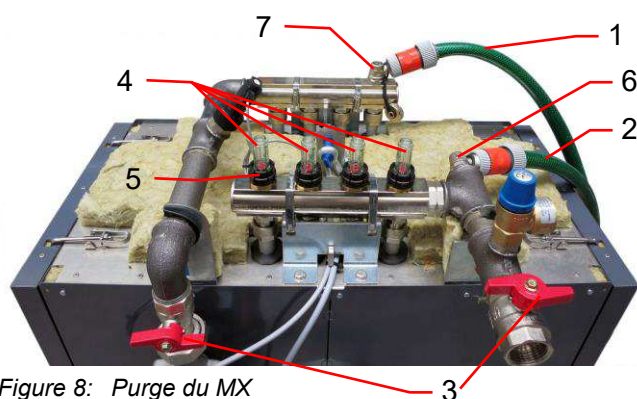

Figure 8: Purge du MX
2. Raccorder le tuyau d'eau au robinet de vidange de RL du MX et au robinet d'eau fraîche dans le local de chauffage (Figure 8, pos. 1).
3. Raccorder le tuyau de décharge sur robinet de vidange de VL du MX et introduire l'autre extrémité dans la décharge du local de chauffage (Figure 8, pos. 2).
4. Fermer les organes d'arrêt du MX (Figure 8, pos. 3).
5. Oter les couvercles de protection des topmeter (Figure 8).
6. Fermer tous les topmeter (Figure 8, pos. 4) sur le VL du MX.
8. Ouvrir les robinets de vidange de VL et RL du MX (Figure 8, pos. 6, 7).
9. Ouvrir le premier topmeter (Figure 8, pos. 4).
11. Ouvrir le prochain topmeter (Figure 8, pos. 4) et fermer de nouveau celui-ci déjà ouvert.
14. Fermer de nouveau les robinets de vidange sur VL et RL (Figure 8, pos. 6, 7) du MX.
15. Ouvrir complètement tous les organes d'arrêt du MX (Figure 8, pos. 3) ainsi que tous les topmeter (Figure 8, pos. 4).
16. Démontez les deux tuyaux (Figure 8, pos. 1 et 2) et monter les couvercles des robinets de vidange.
17. Finalement visser tous les couvercles des topmeter (Figure 8, pos. 4).
2. Contrôler l'hydraulique: <ul style="list-style-type: none"> • Ouvrir tous les organes d'arrêt et topmeter sur le MX (Figure 8, pos. 4.) • Conditions de pression identiques avec VL et RL du circuit MX • Intégration selon les schémas hydrauliques (annexe A) • Si disponible, régler UP à échelon de puissance max.